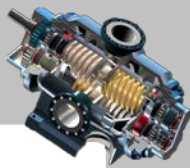
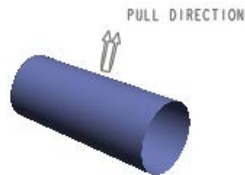

图 7.8 “搜索工具”对话框
图 7.9 着色后的型芯分型面
- (1) 单击 **视图** 功能选项卡 **可见性** 区域中的“着色”按钮 **着色**。
- (2) 系统弹出图 7.8 所示的“搜索工具”对话框，系统在 **找到 1 项** 列表中默认选择了 **面组: F7 (CORE_FS)** 列表项，即型芯分型面；然后单击 **>>** 按钮，将其加入到 **已选择 0 个项** 列表中，再单击 **关闭** 按钮，着色后的型芯分型面如图 7.9 所示。
- (3) 在 **▼ CntVolSel (继续体积块选取)** 菜单中选择 **Done/Return (完成/返回)** 命令。